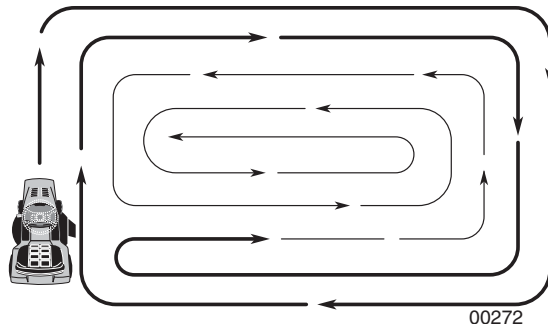

FIG. 13
- Al segar las área grandes, empiece girando a la derecha de modo que los recortes se descarguen, alejándose de los arbustos, cercos, entradas de automóviles, etc. Después de una o dos vueltas, siegue en la dirección opuesta, haciendo virajes a la izquierda, hasta que termine (Vea Fig. 13)